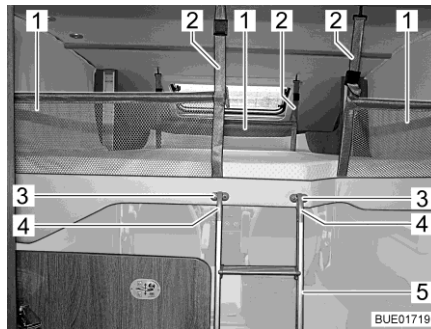

Bild 96 Höjbar säng med uppspant skyddsnet
Skyddsnetet (Bild 96,2) med säkerhetsremmar ligger i den höjbara sängen under madrassen. Skyddsnetten ska först monteras när personerna som ska sova där befinner sig på den höjbara sängen.
- Haka fast säkerhetsremmarna (Bild 96,1) i krokarna i taket.
- Häng båda byglar (Bild 96,4) av steget (Bild 96,5) i fästen (Bild 96,3).
- Haka loss steget (Bild 96,5) från fästen (Bild 96,3).